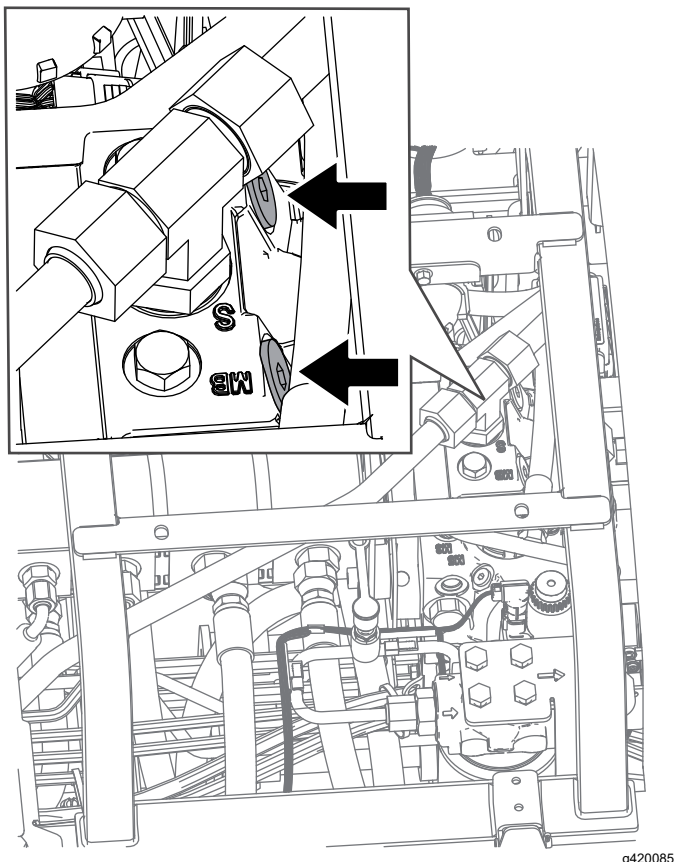

Figure 37
2. Localisez la vanne de dérivation sous le siège et au sommet de l'hydrostat (Figure 37).